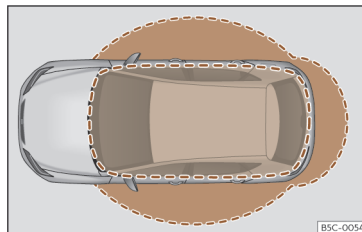

**Fig. 74** Keyless Access: zonas de proximidade.
- O veículo destranca-se quando a chave da ignição se deteta numa área próxima >>> **Fig. 74**. Todos os indicadores de direção se acendem duas vezes.